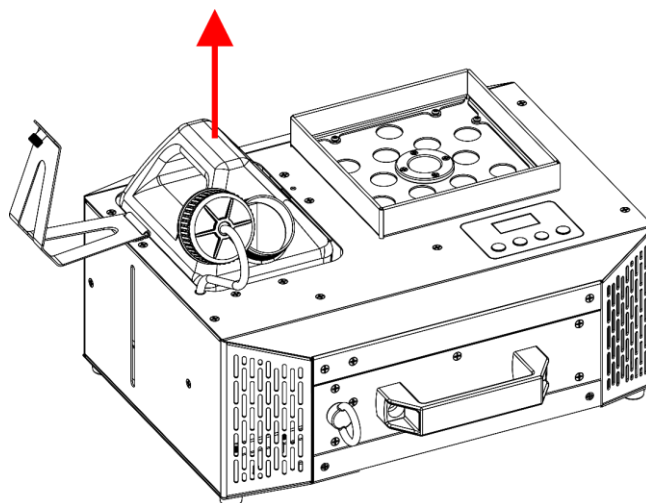

Fig. 31
- 05) Retirez le **réservoir de liquide (02)**, comme indiqué sur la Fig. 31.